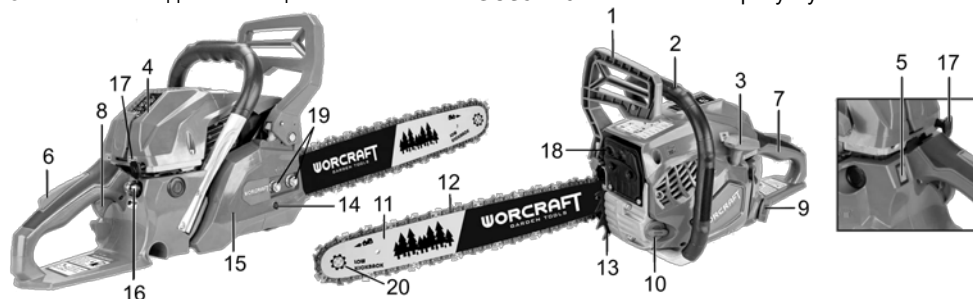
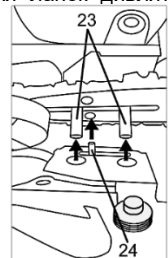

Рисунок 1
Рисунок 4
- Потягніть рукоятку гальма (1, рисунок 1) в бік передньої рукоятки (2, рисунок 1), щоб переконатися, що гальмо ланцюга вимкнено.
- Відгвинтіть гайки (19, рисунок 1), що кріплять кришку зчеплення (15, рисунок 1), та зніміть її.
- Відрегулюйте гвинт натягу ланцюга (14, рисунок 1) на боковій частині кришки зчеплення таким чином, щоб штифт натягу ланцюга (24, рисунок 4) сумістився з відповідним отвором напрямної шини. При цьому отвори на кришці зчеплення повинні збігатися з напрямними гвинтами (23, рисунок 4).
- Вставте штифт механізму натягу ланцюга (24, рисунок 4) в спеціальний отвір на напрямній шині та одягніть кришку зчеплення. Вручну нагвинтіть гайки фіксації кришки зчеплення (19, рисунок 1).
- Обертаючи гвинт натягу ланцюга (14, рисунок 1) за годинниковою стрілкою, натягніть ланцюг до тих пір, поки він не буде щільно прилягати до нижньої сторони напрямної шини. Перевірте натяг, потягнувши ланцюг вгору.
При кожній заправці паливом обов'язково перевіряйте та доливайте оливу для змащування ланцюга. Кришка горловини масляного бака (10, рисунок 1) позначена відповідним зображенням. Рекомендовано використовувати тільки спеціальну оливу для ланцюгів. Олива для ланцюгів значно знижує тертя та нагрів ланцюга і напрямної шини, полегшує їх очищення від стружки та пилу, надійно захищає від корозії та придатна до всесезонного використання.
- Перевірте, щоб гальмо ланцюга (1, рисунок 1) правильно функціонувало (увімкнене – важіль захисного пристрою (1) переведений уперед (убік пиляльної гарнітури), вимкнено – важіль переведений назад (убік рукоятки)).
- Вимикач запалювання (5, рисунок 1) переведіть в положення «Увімкнене» («I», «ON»).
- Повністю витягніть ручку повітряної заслінки карбюратора (17, рисунок 1) (положення «СНОК» – повітряна заслінка повністю закрыта).
- Декілька разів натисніть на праймер (паливний насос 16, рисунок 1), доки він частково не заповниться паливом. Праймер, заповнений паливом більше половини, свідчить, що до карбюратора надійшло паливо.
- Візьміться за передню рукоятку бензопили (2, рисунок 1) лівою рукою. Поставте бензопилу на землю, наступивши правою ногою на нижній бік задньої рукоятки (7, рисунок 1).
- Візьміть рукоятку стартера (3, рисунок 1) правою рукою і плавно потягніть шнур стартера. Зверніть увагу: не витягуйте повністю шнур стартера і не випускайте рукоятку стартера при витягнутому шнурі - це може привести до пошкодження стартера. Потягніть рукоятку стартера кілька разів, поки двигун не зробить робочий такт.
- Натисніть на ручку повітряної заслінки (17, рисунок 1), встановивши її в проміжне положення «START» (повітряна заслінка закрыта наполовину).